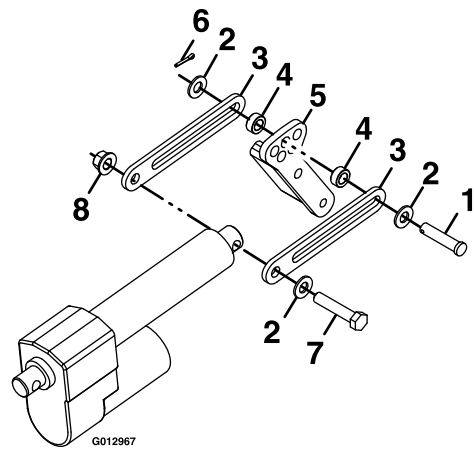

Figura 9
7. Instale las chapas laterales del actuador trasero como se muestra en Figura 9.
9. Instale las chapas laterales del actuador en el soporte del actuador como se muestra en Figura 9.